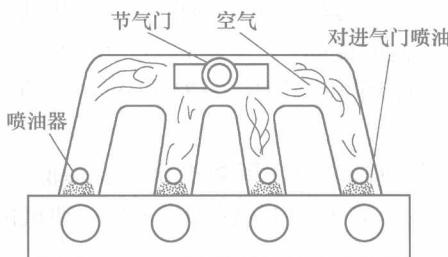

图 1-4 多点燃油喷射系统
(2) 多点燃油喷射系统 多点燃油喷射系统(图 1-4)，简称 MPI，是在每一缸装有一只喷油器(安装在各缸进气门前)，因而能保证各缸之间混合气浓度的一致性，由于该系统进气道仅仅通过空气，而空气的流动性要比燃油的颗粒的流动性好，因而进气管可以自由设计，满足发动机的负荷的要求，以求获得较大的转矩和功率。相比之下，多点燃油喷射系统比单点燃油喷射系统的控制精度要好的多。